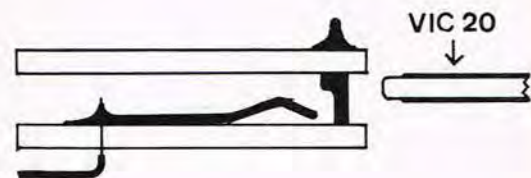

Fig.1 Her ses stikket 'gennemskåret'.
Benene klippes af tre stk. som bøjes og loddes fast. Se fig. 1.
1. For at stikket ikke kan vendes forkert loddes et printspyd i den anden printplade. Se fig. 1.